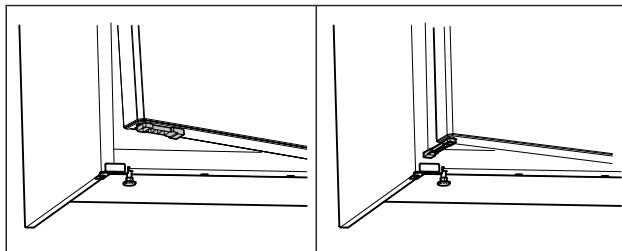

Fig. 62 *
- Draai de deuropeningsbegrenzer met 90°. (zie Fig. 62) *